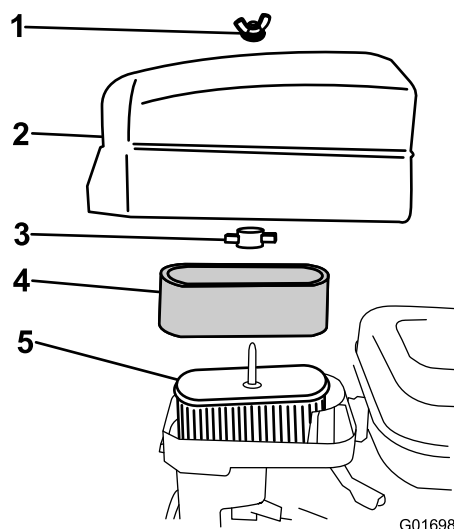

図 29
4. スポンジエレメントを点検し、汚れていればペーパーエレメント（図 29）から外して以下の方法で十分に洗浄する：